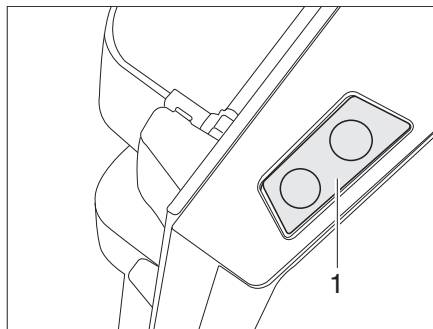

Fig. 357 Touche de déverrouillage de la porte du réfrigérateur (Dometic Série 8)
- Appuyer sur la touche de déverrouillage (Fig. 357,1) et ouvrir le réfrigérateur.